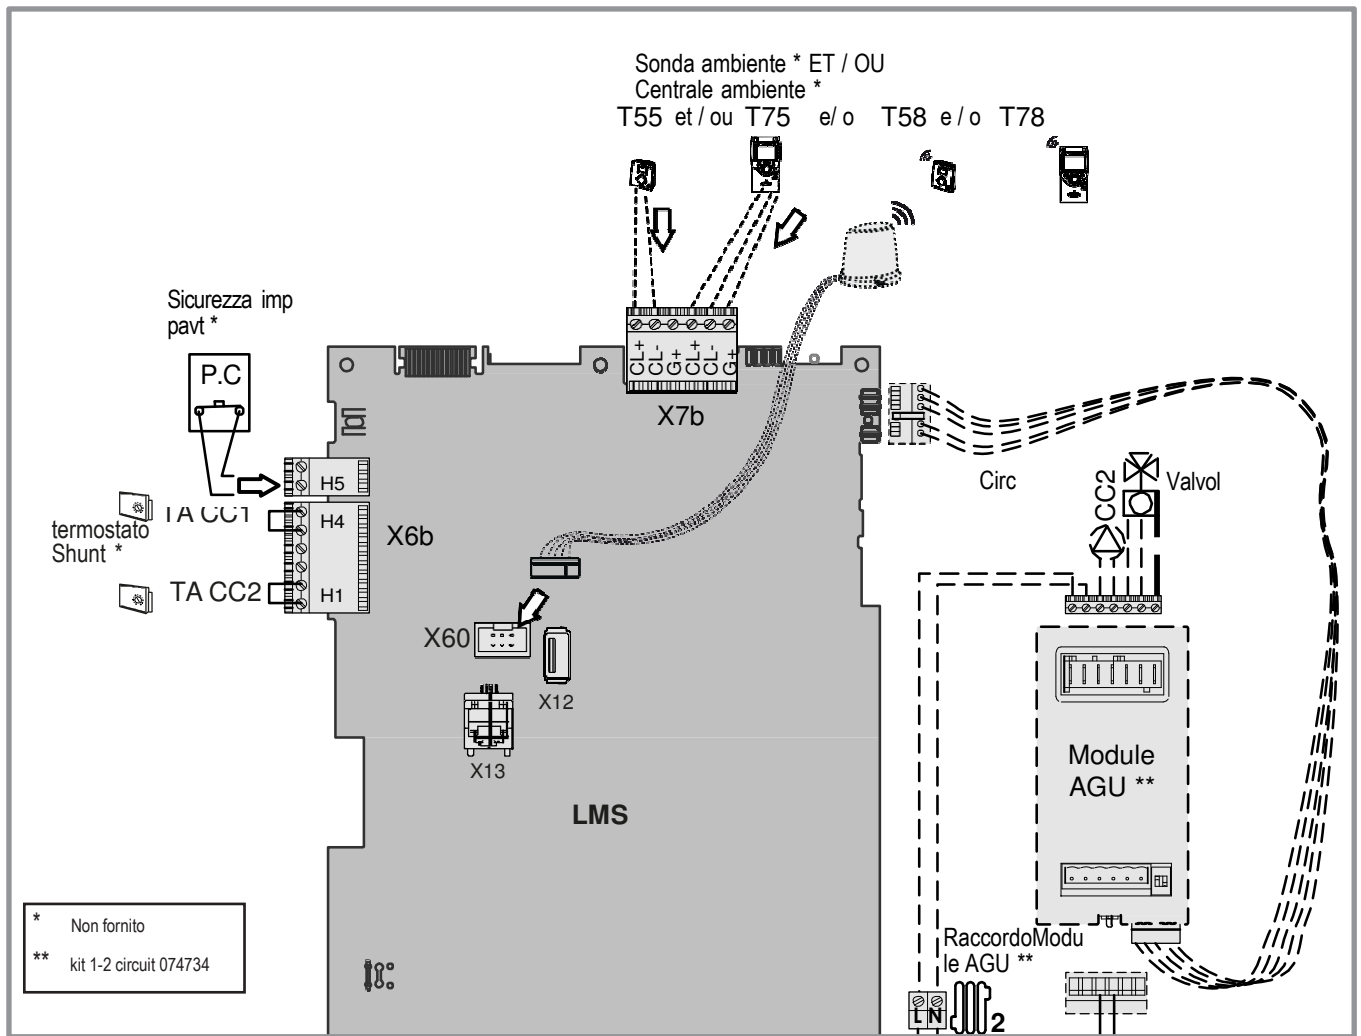

Fig 19 – raccordi sulla scheda elettronica LMS
- Sonda ambiente o centrale ambiente (*Fig 18, e Fig 19, pag 13*).